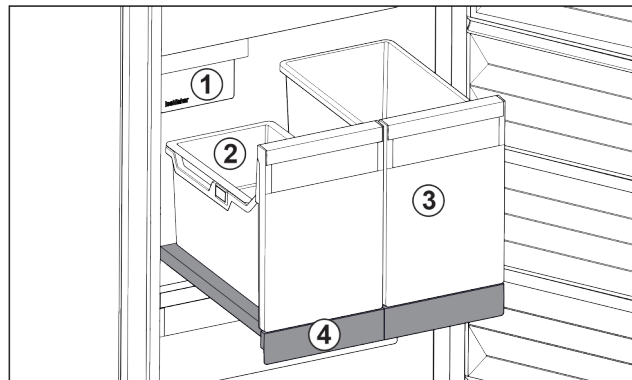

Fig. 88 Wyszuwana półka z IceTower
- (1) IceMaker
- (2) Półka zawieszana na kostki lodu
- (3) Pojemnik, np. na pizzę, napoje alkoholowe
- (4) Wyszuwana półka
Na wysuwanej półce znajdują się dwa wysokie pojemniki (IceTower). W pojemniku *Fig. 88 (2)* zbierane i przechowywane są kostki lodu z IceMaker. Pojemnik *Fig. 88 (3)* nadaje się do przechowywania wysokich artykułów spożywczych, takich jak pizza i napoje alkoholowe.